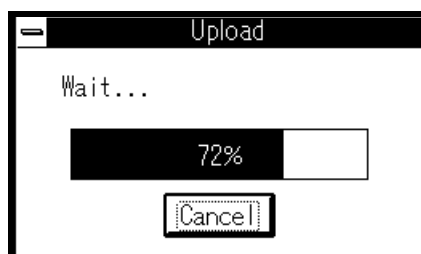

図 5-9 アップロード中のダイアログ表示例
- OK ボタンをクリックすると、指定ファイルへのアップロードを開始します。アップロード中は、図 5-9のダイアログを表示します。アップロードが終了すれば、このダイアログは自動的に閉じます。
- 保存するメモリ範囲が広範囲の場合、保存するために大きなディスク容量と時間を必要とします。この場合、図 5-9のダイアログの Cancel ボタンをクリックする